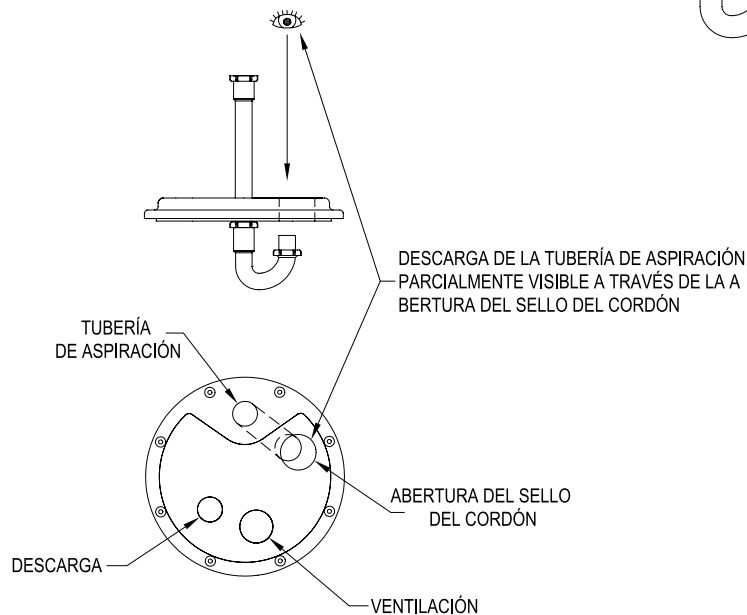

FIGURA 4.3
- 4.3) Coloque el conjunto de la tapa como se muestra en la figura 4.3 y asegure los componentes de la trampa. (En este momento, APRIETE MANUALMENTE el conjunto de la tapa. Se requerirá un ajuste en el paso 5.)